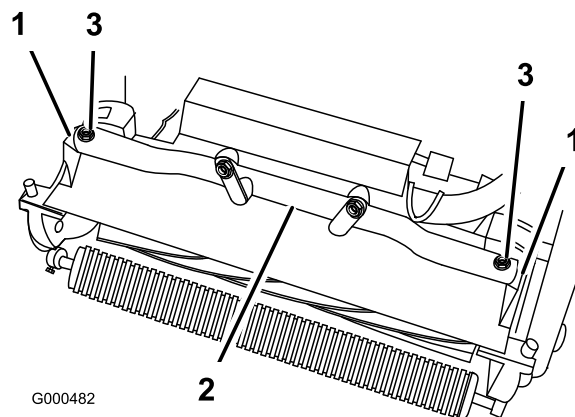

図 48
4. カッティングユニットのピボット・アームを走行ユニットのフレーム・チューブに固定しているボルト（2本）を取り外す（図 48）。
5. ピボット・アームを前に倒し（図 48）、走行ユニットをキック・スタンドに立てかける。